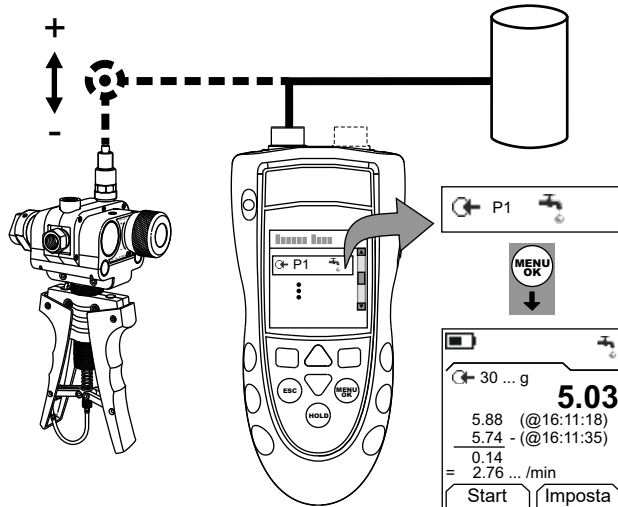

Figura 3: Esempio configurazione – Prova di perdita
1. Collegare lo strumento (Figura 3) e, se necessario, modificarne il *Setup* (Tabella 1).